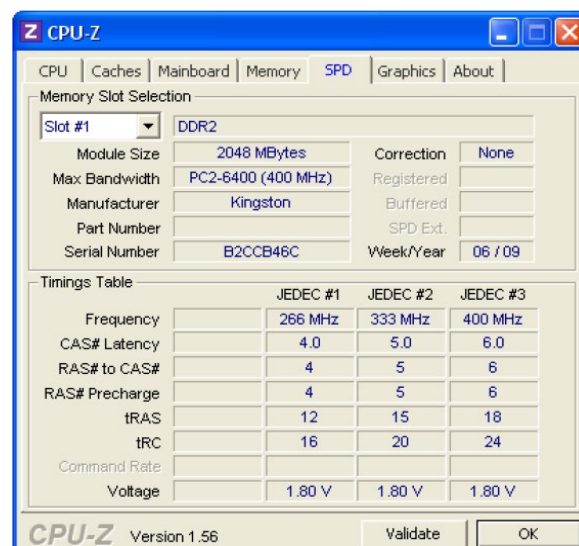

Figura 3. Características de los módulos de memoria proporcionadas por el fabricante
El programa CPU-Z, por su parte, proporciona información adicional sobre el tamaño, tipo, frecuencia de trabajo y características temporales de los módulos de memoria tal como están configurados en el computador en que se ejecuta. Esta información se recoge en las pestañas *SPD* y *Memory* CPU-Z obtiene parte de esta información accediendo al chip SPD (*Serial Presence Detect*) de los módulos de memoria, una pequeña memoria EEPROM que fue grabada en el momento de la fabricación del módulo. Esa misma información es accedida durante el arranque por el BIOS² con la finalidad de configurar el controlador de memoria de acuerdo con los requisitos temporales del módulo de memoria y la frecuencia de trabajo del bus que une procesador y memoria. La Figura 3 muestra la información disponible en la pestaña SPD correspondiente a una de las ranuras de inserción de memoria (Slot#1), existiendo una configuración idéntica para el Slot#2. Téngase en cuenta esta información para responder correctamente las cuestiones planteadas.
1. Desde los datos proporcionados por la hoja de especificaciones de los módulos (archivo KVR800D2N6_2G.pdf) y el programa CPU-Z (Figuras 3 y 4) rellénese la siguiente tabla. Recuérdese que la figura 3 muestra información solo de un *slot*, pero existe un segundo con idénticas características.